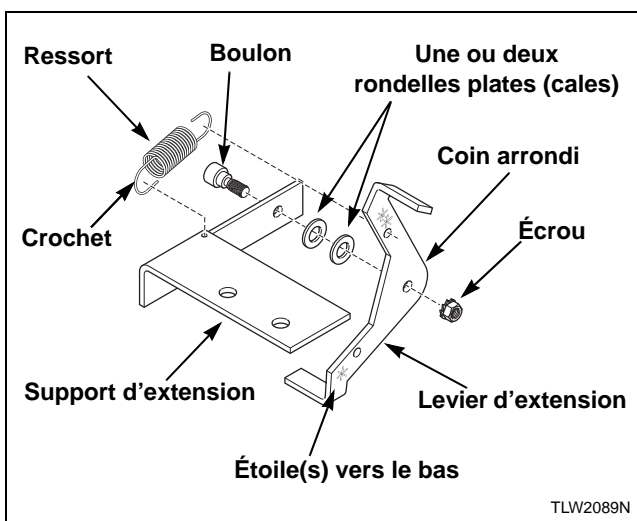

Figure 31
4. Installer le levier d'extension en plaçant le coin arrondi éloigné de l'équerre d'extension et en utilisant un boulon, une ou deux rondelles plates (cales) (utiliser les rondelles incluses dans la trousse) et un écrou. Se reporter à la *Figure 31*. Refermer les crochets après installation.
6. Insérer les crochets du ressort d'extension dans le trou de l'équerre et dans le trou de la branche supérieure du levier. Se reporter à la *Figure 31*.